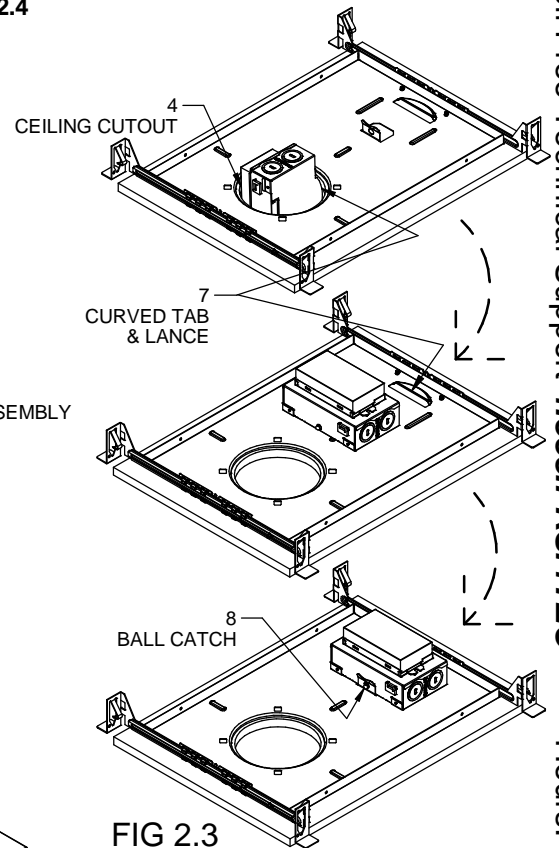

FIG 2.3
3. Install the Driver/J-box assembly (2) into the fixture by inserting the whole assembly through the ceiling cut-out (4) and align them using curved tab & lance (7) features available in the Driver/J-box (2) & frame assembly (3) respectively. Once into position, the ball catch (8) is ready to snap by pressing down the entire Driver/J-box assembly (2) until you hear a click sound to secure the Driver/J-box (2) into frame assembly (3). **FIG 2.3**
2. Install the Driver-Box assembly (2) into the fixture by inserting the whole assembly through the ceiling cut-out (4) and align them using curved tab & lance (7) features available in the Driver-Box (2) & housing (3) respectively. Once into position, the ball catch (8) is ready to snap by pressing down the entire driver box assembly (2) until you hear a click sound to secure the Driver box (2) into housing (3). **Refer Sheet 2 FIG 2.3**
3. Installer l'ensemble pilote/boîte de jonction (2) dans le luminaire en insérant l'ensemble complet à travers la découpe de plafond (4) et les aligner à l'aide des dispositifs de languette incurvée et d'ouverture (7) disponibles respectivement dans l'ensemble pilote/boîte de jonction (2) et l'ensemble cadre (3). Une fois en position, la bille d'arrêt (8) est prête à s'encliquer. Appuyer alors sur l'ensemble pilote/boîte de jonction (2) jusqu'à l'émission d'un clic afin de fixer fermement l'ensemble pilote/boîte de jonction (2) dans l'ensemble cadre (3). **FIG 2.3**
2. Installer le boîtier de pilote (2) dans le luminaire en insérant l'ensemble complet à travers la découpe de plafond (4) et les aligner à l'aide des dispositifs de languette incurvée et d'ouverture (7) disponibles respectivement dans le boîtier de pilote (2) et le logement (3). Une fois en position, la bille d'arrêt (8) est prête à s'encliquer. Appuyer alors sur l'ensemble complet boîtier de pilote (2) jusqu'à l'émission d'un clic afin de fixer fermement le boîtier de pilote (2) dans le logement (3). **Voir Feuille 2, FIG 2.3**